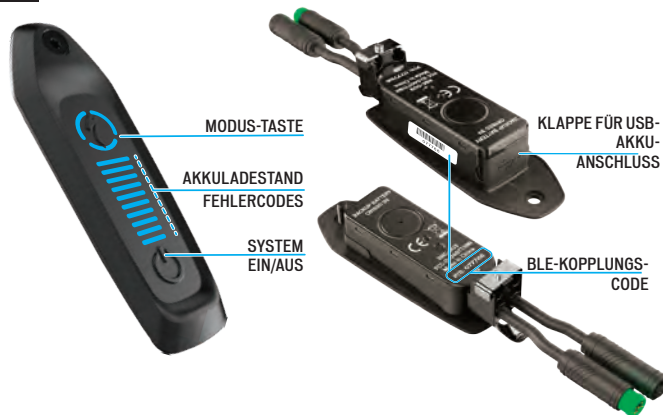
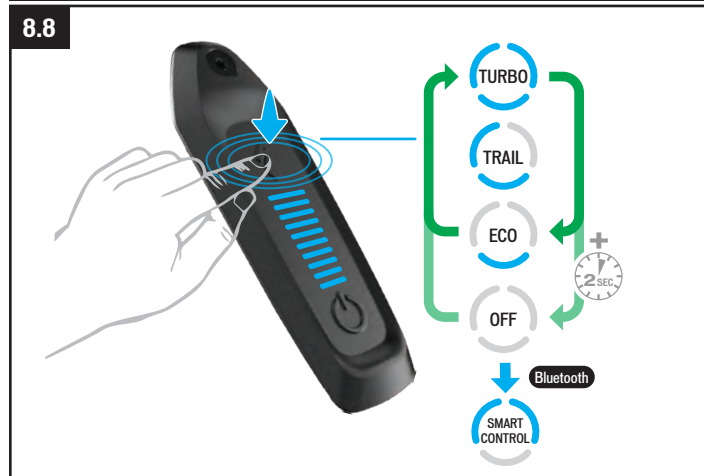

Abb. 8.1
Abb. 8.8
- Die Fahrmodi werden um die S-Taste herum (Modus) angezeigt (Abb. 8.1). Durch Drücken der S-Taste können Sie die Modi durchlaufen (Abb. 8.8).